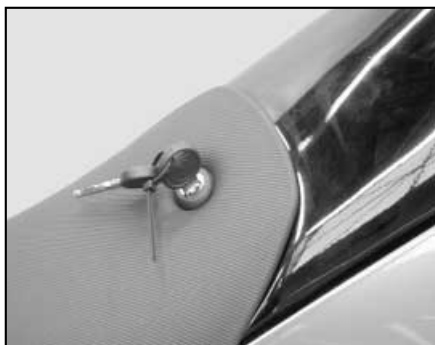

Fig. 2
2. Gire la llave como muestra la fig.2
2. Tournez la clef tel qu'indiqué sur le dessin (fig.2)
2. Girare la chiave come mostra la fig.2
2. Turn the key as it is shown in figure 2.
2. Drehen Sie den Schlüssel wie in Abbildung 2.